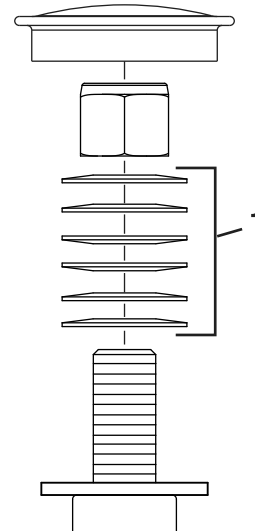

Figure 88
3. Déposez le capuchon protecteur de la roue pivotante et serrez le contre-écrou (Figure 88).
4. Continuez de serrer le contre-écrou jusqu'à ce que les rondelles élastiques soient aplaties, puis desserrez-le d'un quart de tour pour obtenir la précharge correcte des roulements (Figure 88).
Important: Veillez à placer les rondelles élastiques correctement, comme montré à la Figure 88.
5. Reposez le capuchon protecteur (Figure 88).